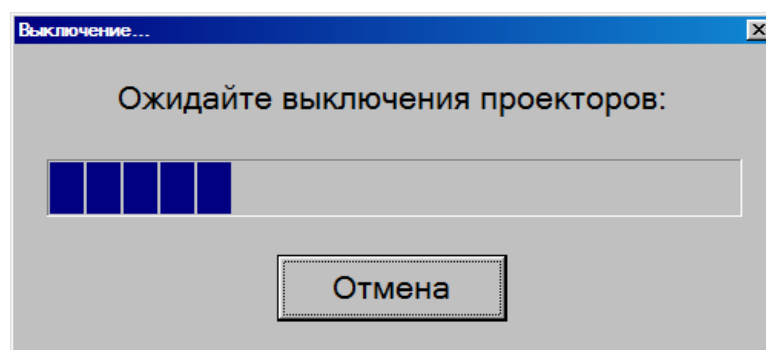

Рисунок 31 – Окно ожидания выключения проекторов
3) Дождаться выключения проекторов (Рисунок 31).¹